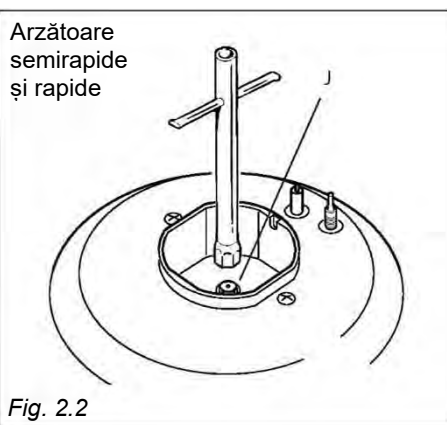

Fig. 2.2
- Folosind o cheie, înlocuiți injectoarele duzei „J” (fig. 2.2, 2.3) cu cele mai potrivite tipului de gaz care urmează să fie utilizat.